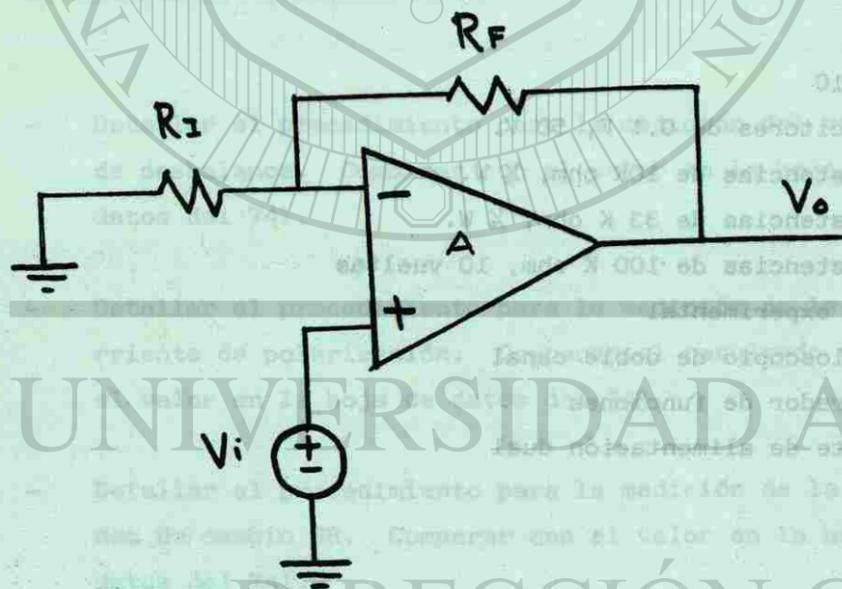

FIGURA 2. AMPLIFICADOR NO INVERSOR
**AMPLIFICADOR NO INVERSOR:** El circuito de la figura 2 constituye la configuración del amplificador no inversor básico, cuyas ecuaciones de operación son: